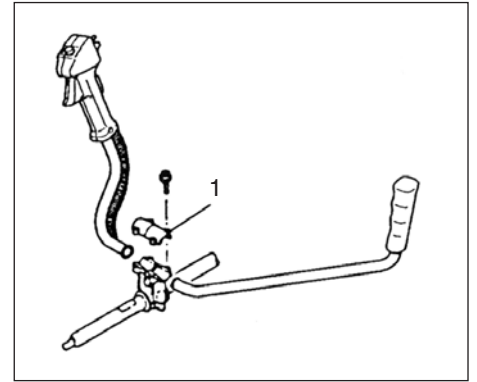

Fig. 1-2
#### Montering af håndtag (fig. 1-2)
Afmonter håndtagsbeslaget (1) fra samlingen (fig. 1-2).